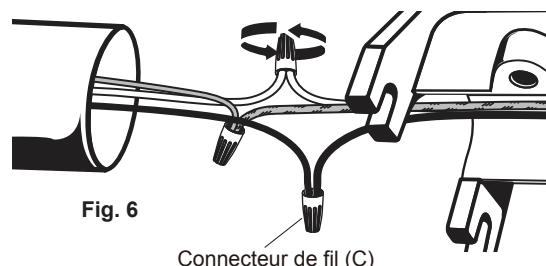

Fig. 6
2. Pour des raisons de sécurité et de bon fonctionnement, votre luminaire doit être correctement mis à la terre. À l'aide d'un capuchon de connexion (C), reliez les fils de terre jaune et vert (attachés au luminaire) aux fils de terre de la boîte de jonction (Fig. 6). Si vous n'êtes pas familier avec les méthodes de mise à la terre des luminaires, consultez un électricien qualifié.